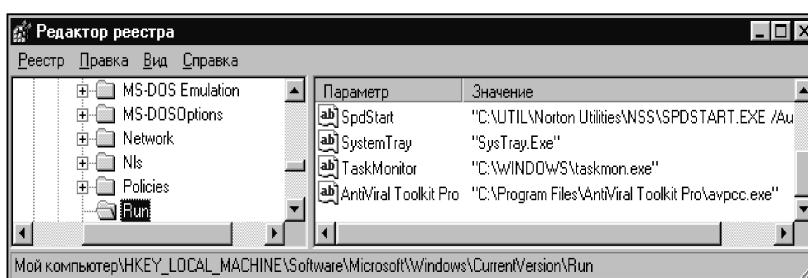

рис. 3
4. Альтернативный вариант для автоматического запуска программы с использованием папки «Автозагрузка» в меню «Пуск» заключается в создания нового строкового параметра в подразделе HKEY_LOCAL_MACHINE\Software\Microsoft\Windows\CurrentVersion\Run реестра Windows 9x. Автоматический запуск программ с использованием реестра показан на **рис.3**.